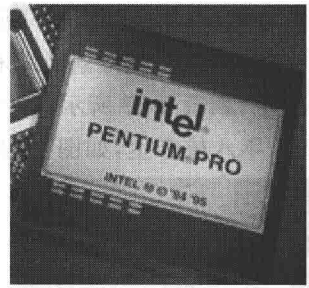

图 1-9 Pentium Pro
- 1995 年,首款服务器专用微处理器 Pentium Pro 产生,如图 1-9 所示。